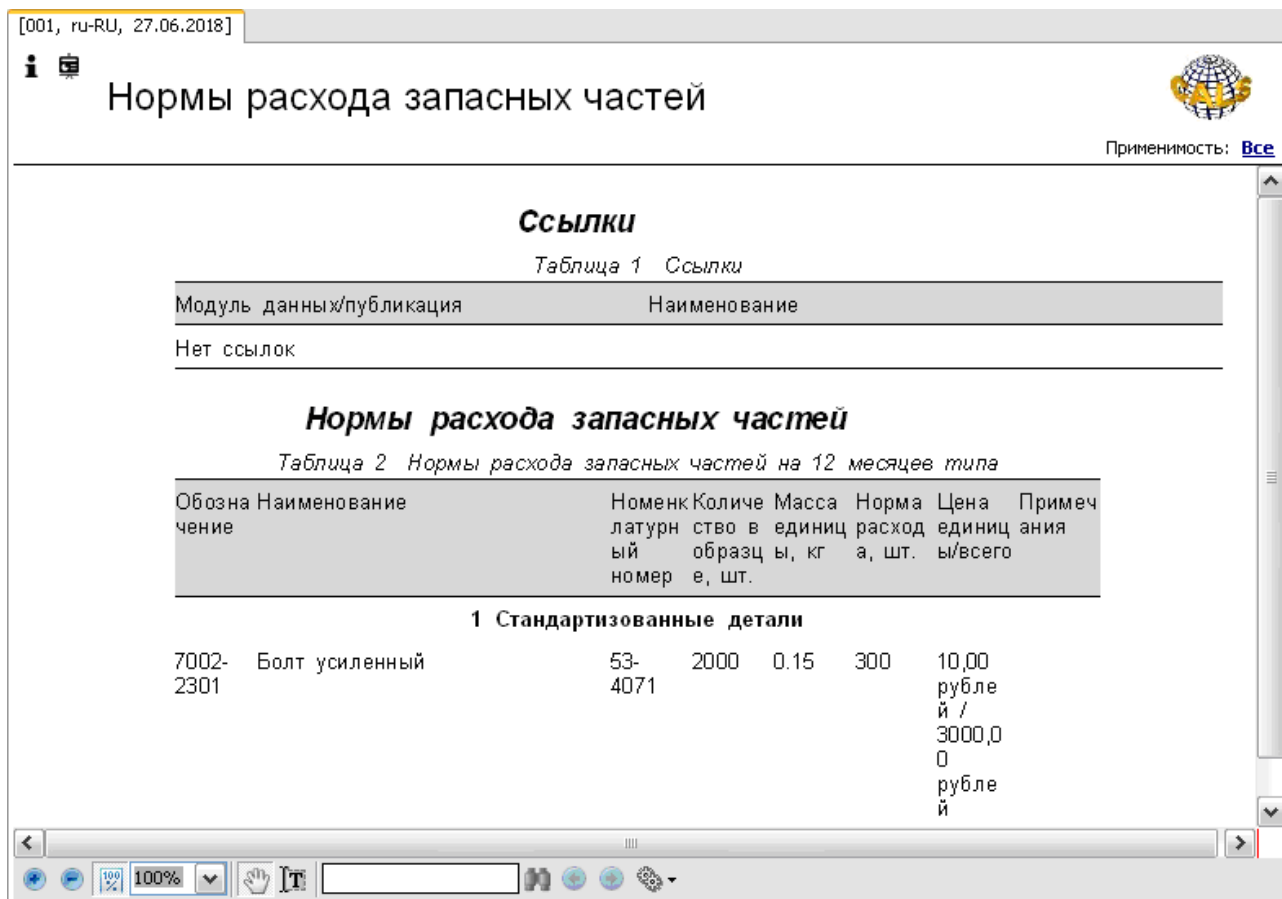

Рис. 159
2. На вкладке **Структура** выберите МД типа «Нормы расхода запасных частей». В окне просмотра появится содержимое МД (Рис. 159).